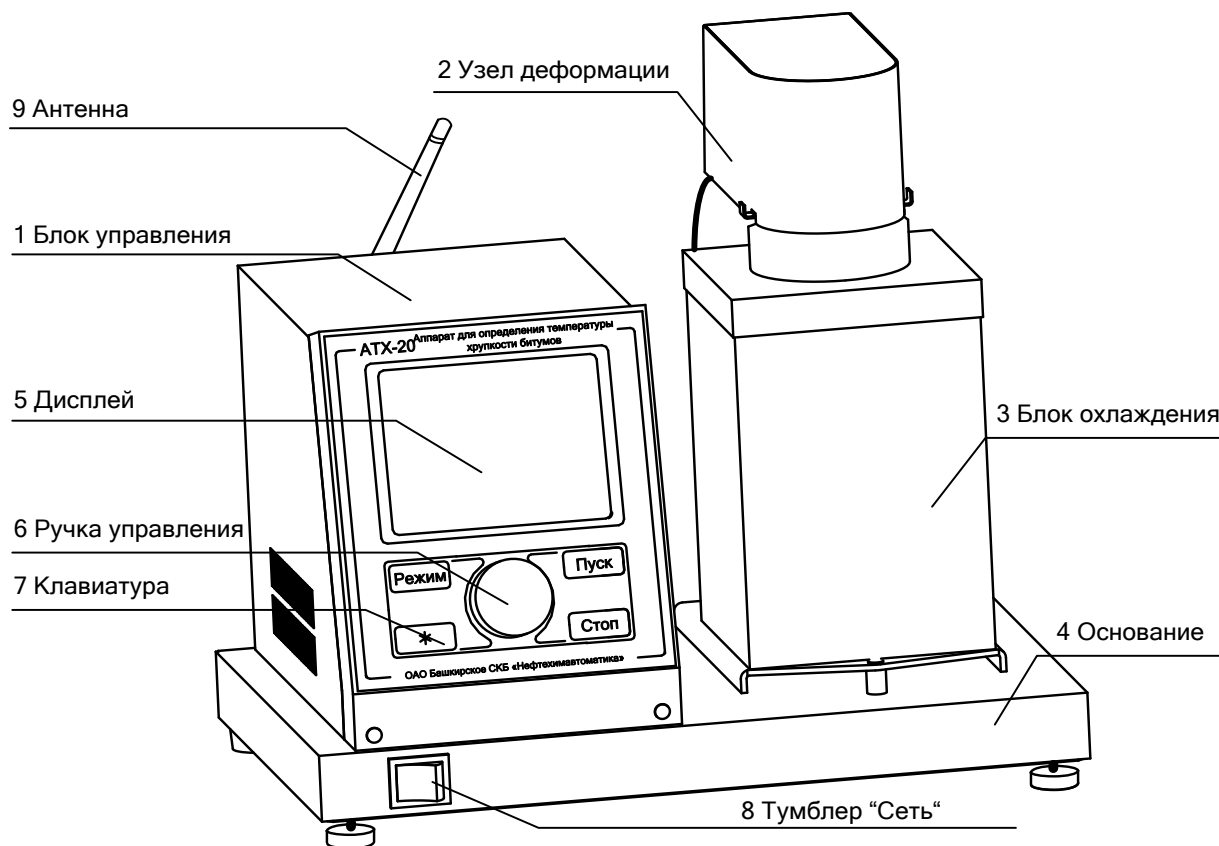
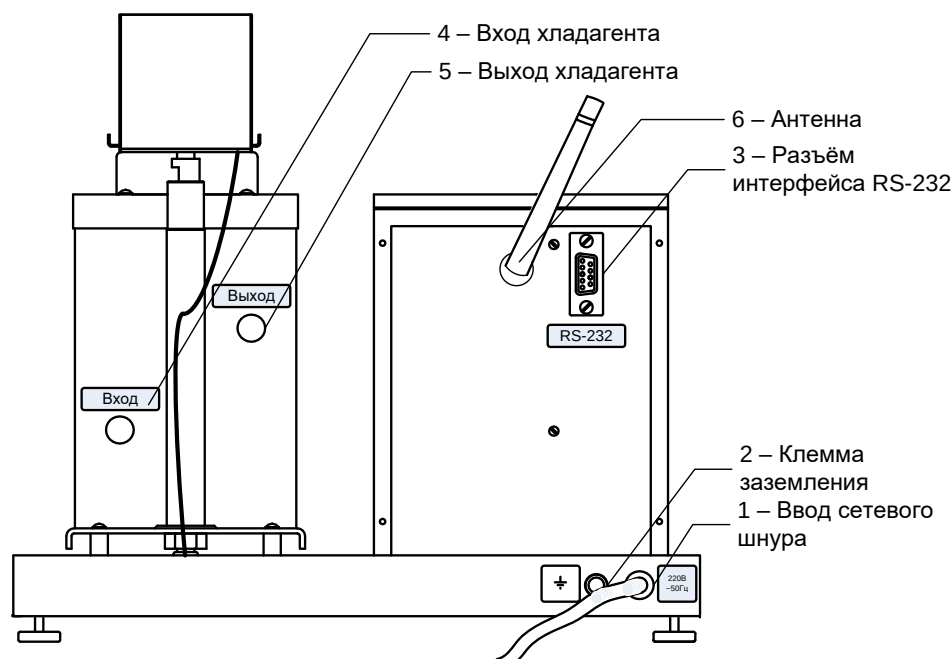

Рисунок 1 – Общий вид аппарата
Рисунок 2 – Вид сзади
2.5.3.3 Блок охлаждения (3) предназначен для охлаждения испытуемого образца. Сзади блока охлаждения (см. рисунок 2) расположены штуцеры «Вход» (4) и «Выход» (5) для подключения к внешнему хладагенту.
2.5.3.5 На задней стенке основания (см. рисунок 2) находятся:
- клемма (2) для заземления аппарата;
- ввод для сетевого шнура (1).
- жидкокристаллический графический дисплей (5) (см. рисунок 1);
- ручка управления (6) (см. рисунок 1);
- клавиатура (7) (см. рисунок 1);
- гнездо для подключения антенны (6) (см. рисунок 2);
- разъём (3) (см. рисунок 2) для подключения аппарата к ПК по интерфейсу RS-232.
- 3.1.4 При использовании программы *Линтел-Линк*¹ необходимо установить на аппарат (см. рисунок 2) антенну (6) из комплекта принадлежностей.